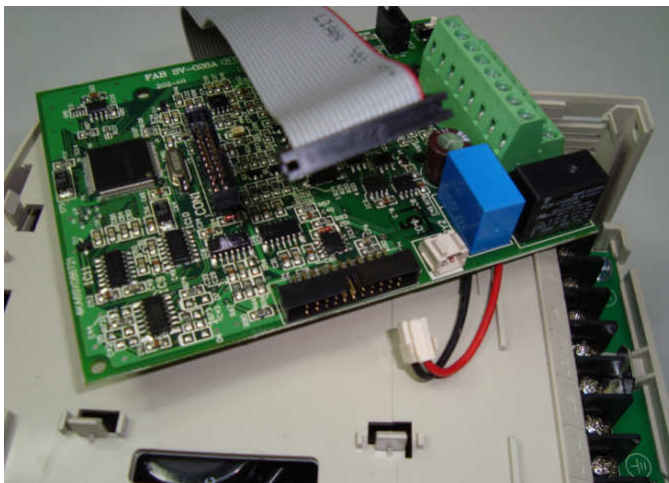

Рис.6.5
- 7.2.2. Отсоединить разъемы провода питания платы ЦП и шлейфа ЦП от разъемов на плате ЦП (рис. 6.5). Положить плату ЦП в тару.